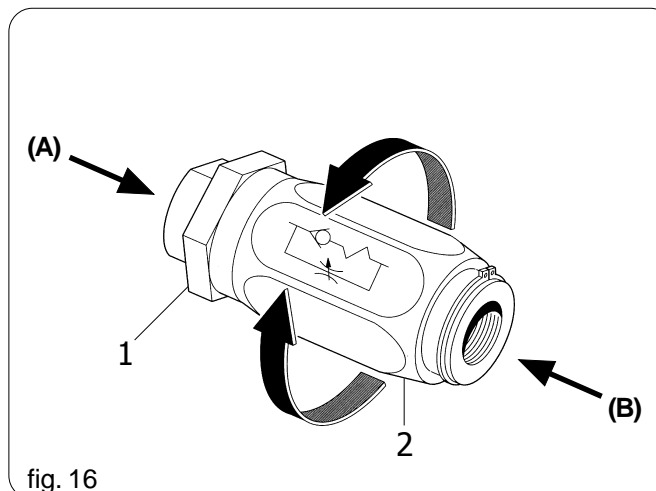

fig. 16
Gli impianti oleodinamici in dotazione sono integrati con regolatori di flusso unidirezionali (fig. 16) che permettono di regolare la quantità d'olio, in apertura od in chiusura a seconda del senso di montaggio degli stessi.
The hydraulic systems provided come equipped with one-way flow regulators (Fig. 16) which allow for the regulation of the quantity of oil during opening or closing, depending on how the regulators have been installed: Flow from A to B, free; Flow from B to A, choked (regulated). To regulate, loosen the lock nut (1) and turn the knob (2). Once this adjustment has been made, retighten the lock nut.
Die mitgelieferten öldynamischen Anlagen sind mit Flußreglern (Abb. 16) ausgestattet, die eine Einstellung der Ölmenge beim Öffnen oder Schließen je nach Montagerichtung derselben ermöglichen: Fluß von A nach B frei; Fluß von B nach A gedrosselt (eingestellt). Die Feststellnutmutter (2) lockern und den Drehknopf (3) zwecks Einstellung drehen. Nach der Einstellung ist die Feststellnutmutter wieder festzuziehen.
Les installations oléodynamiques en dotation sont équipées de régulateurs de flux unidirectionnels (fig. 16) permettant de régler la quantité d'huile, en phase d'ouverture ou de fermeture selon leur sens de montage: Flux de A à B libre; Flux de B à A étranglé (régulé). Desserrer l'écrou de blocage (2) et tourner la poignée (3) pour le réglage. Une fois le réglage terminé, resserrer l'écrou de blocage.
Las instalaciones hidráulicas suministradas están equipadas con reguladores de flujo unidireccionales (fig. 16), que permiten regular la cantidad de aceite durante la apertura o cierre, según la dirección de montaje de los mismos: flujo desde A hacia B libre; flujo desde B hacia A estrangulado (regulado). Afloje la rosca de bloqueo (1) y gire el botón (2) para la regulación. Concluida la regulación, apriete de nuevo la rosca de bloqueo.